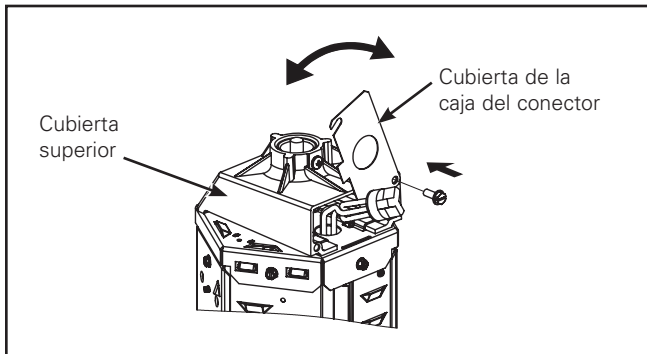

Figura 4.
2. Balancee la cubierta de la caja del conector hacia la caja del conector con el tornillo (Figura 4).